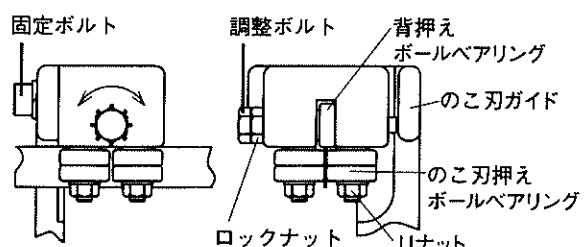

図14
①テンションハンドルを左へ回しテンションを緩め、のこ刃を外します。
②調整ボルトの頭の位置を動かさないように、ロックナットのみ緩めます。(図14)
③のこ刃ガイドの固定ボルト2本を緩めます。(図14)
④先程の斜断量計測を基に調整ボルトを回し、斜断修正を行います。(図14)